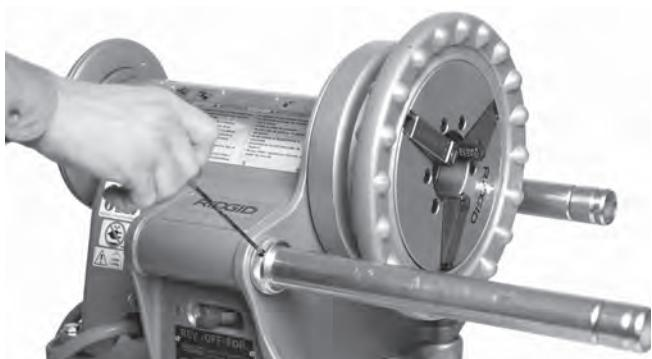

Figure 8 – Position de vis de blocage
- Déployez les supports d'accessoires entièrement. Repoussez les bagues de rétention jusqu'au corps du 300 Power Drive. Serrez les vis de blocage des bagues de rétention à l'aide d'une clé Allen de $\frac{1}{8}$ " (*Figure 8*).